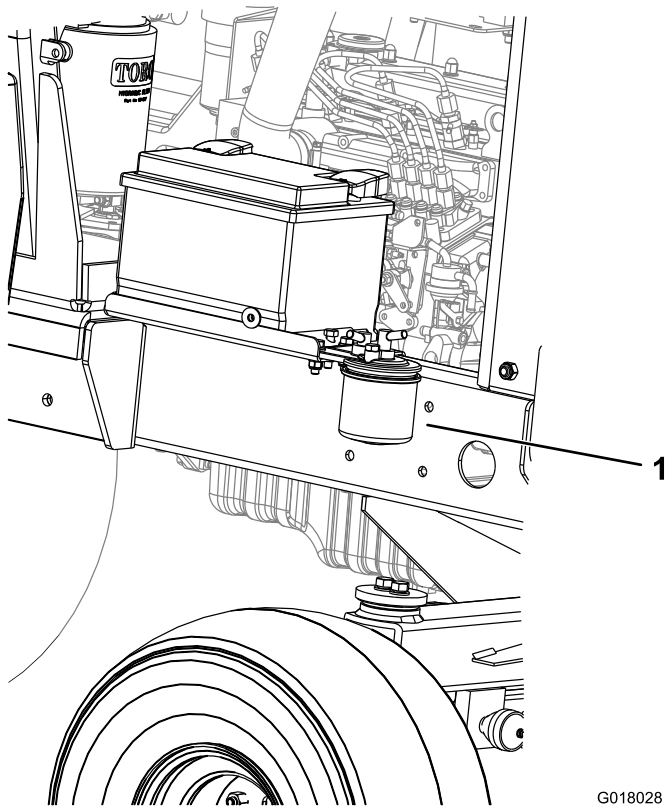

Figura 37
1. Coloque un recipiente limpio debajo del filtro de combustible (Figura 37).